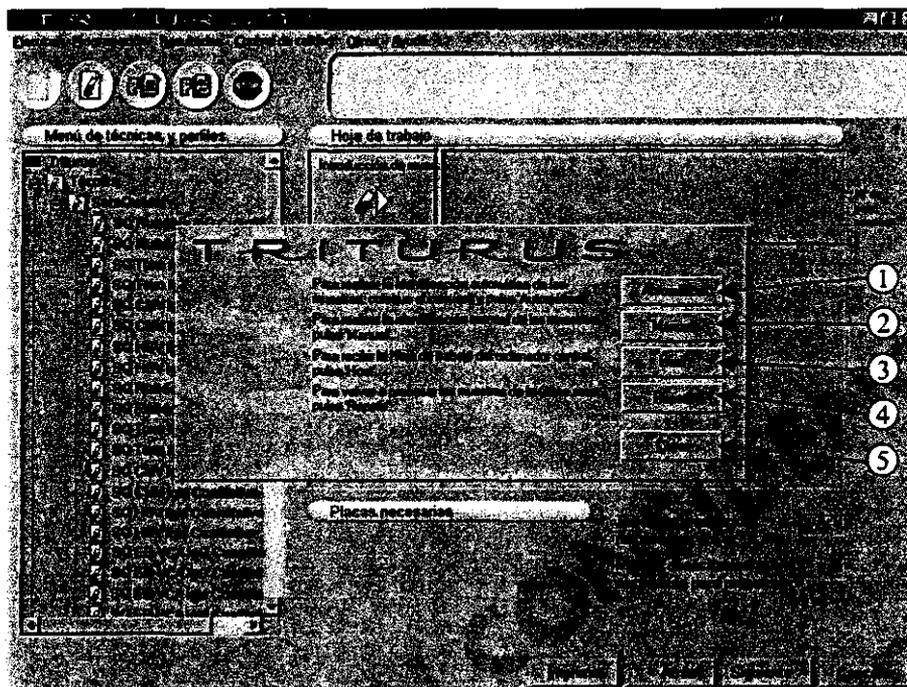

Figura 2: Hoja de trabajo
Además de las opciones de identificación, se muestra un botón que permite **Cerrar** el cuadro de diálogo (Ref. 5, Figura 2).
- Pulsar el botón **Repetir** (Ref. 4, Figura 2). Automáticamente aparecen las muestras en la Hoja de Trabajo.